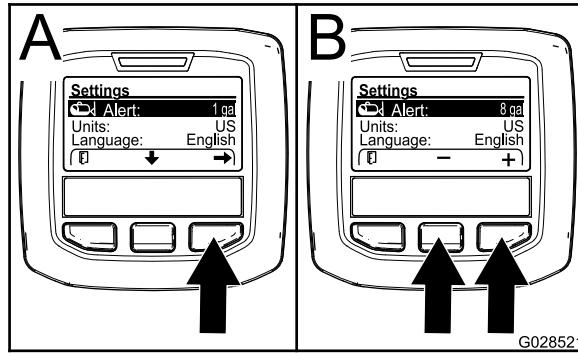

Bild 70
2. Drücken Sie die mittlere Auswahltaste, um die Warneinstellung zu markieren (Bild 70).
3. Drücken Sie die rechte Auswahltaste (Bild 70).
4. Geben Sie mit der mittleren oder rechten Auswahltaste eine Mindestmenge im Behälter an, bei der die Warnung beim Sprühen angezeigt wird (Bild 70).